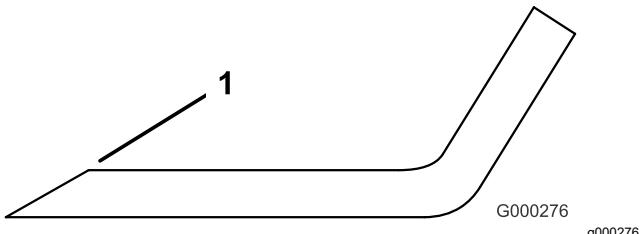

Figure 91
3. Examinez les tranchants de toutes les lames et aiguissez-les s'ils sont émoussés ou ébréchés (Figure 91).
Remarque: N'aiguisez que le haut du tranchant et conservez l'angle de coupe d'origine pour obtenir une coupe nette (Figure 91). Limez la même quantité de métal sur chacun des deux tranchants pour ne pas déséquilibrer la lame.